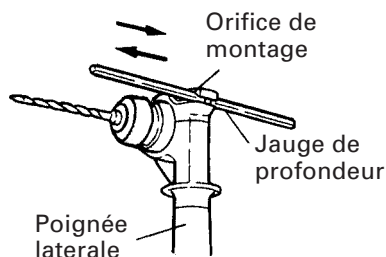

Fig. 16
6. Utilisation de la quenouille (Fig. 16)